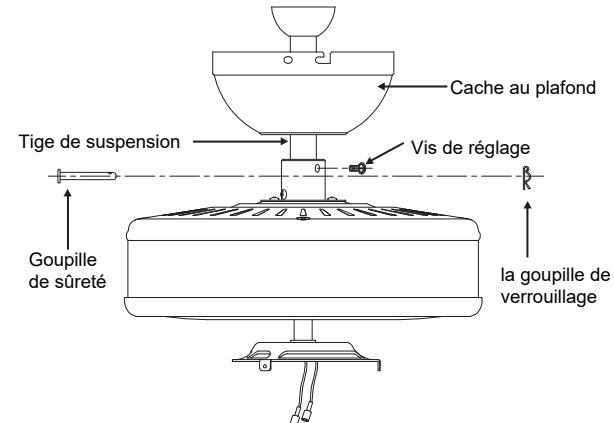

Fig. 6
**Étape 4.** Acheminez les fils sortant du haut du moteur du ventilateur à travers le cache, puis à travers la rotule/tige de suspension (Fig. 6)
**Étape 5.** Alignez les trous au bas de la tige de suspension avec les trous du collier en haut du carter du moteur (Fig. 6). Insérez soigneusement la goupille de sûreté dans les trous du collier et de la tige de suspension. Veillez à ne pas coincer la goupille contre le câblage à l'intérieur de la tige de suspension. Insérez la goupille de verrouillage dans le trou situé près de l'extrémité de la goupille de sûreté jusqu'à ce qu'elle s'enclenche dans sa position verrouillée (voir l'encadré circulaire de la Fig. 6).
**Étape 6.** Serrez fermement les deux vis de réglage situées sur le dessus du moteur du ventilateur (Fig. 6).